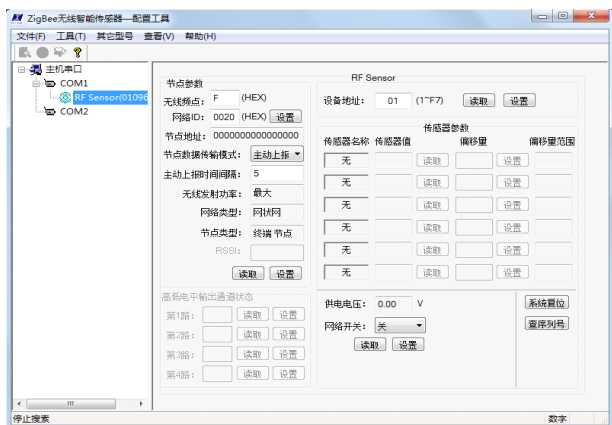

图 6-7
8、双击 JZH 系列无线传感器设备，进入设置界面如图 6-7 所示。